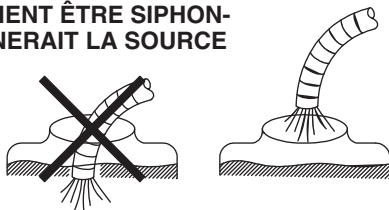

Fig. 8
**AVERTISSEMENT : NE PERMETTEZ PAS LA PÉNÉTRATION DU BOYAU DE REMPLISSAGE DANS LE RÉSERVOIR. CONSERVEZ-LE HORS DU RÉSERVOIR EN LE POINTANT VERS L'ORIFICE DE REMPLISSAGE (FIG. 8). SI L'EXTRÉMITÉ DU BOYAU EST SOUS LA SURFACE DU CONTENU DU RÉSERVOIR ET SI L'ALIMENTATION EN EAU EST INTERROMPUE, LES PRODUITS CHIMIQUES POURRAIENT ÊTRE SIPHONNÉS VERS LA SOURCE ET CONTAMINERAIT LA SOURCE D'ALIMENTATION EN EAU ET LES CONDUITS.**